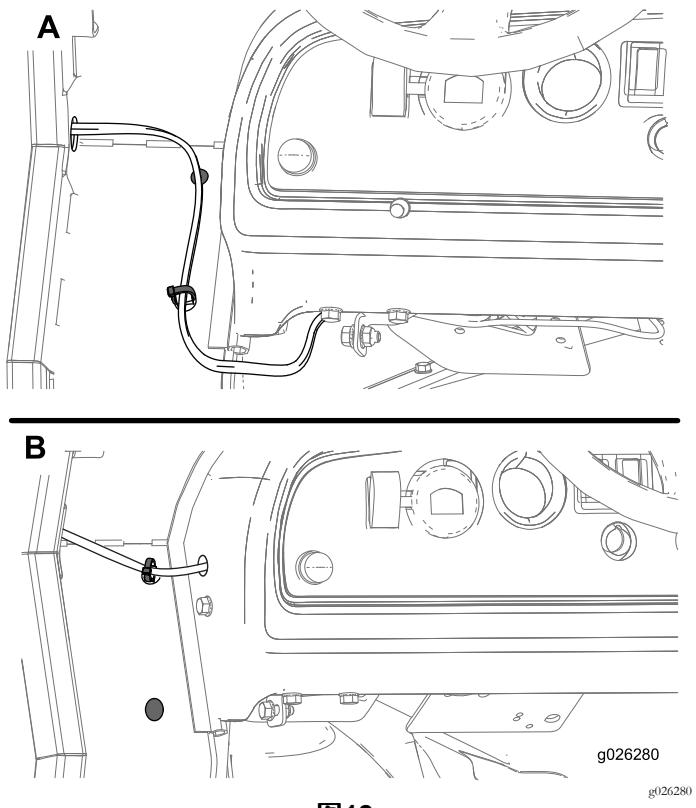

图12
- 将线束布置在控制面板下方图12 的 A 框。将线束夹装在侧板下方的孔中将插头装在上方的孔中。
- 在控制台上钻一个孔将线束夹装在侧板上方的孔中将插头装在下方的孔中图12 的 B 框。